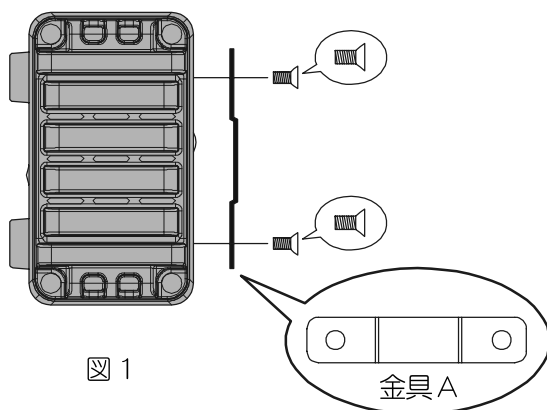

図 1
1. 取付金具 A を、付属のビス () を使用して、FC-30 に取り付けます (図 1 参照)。